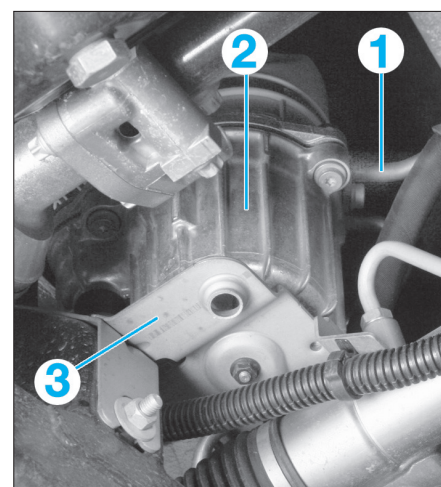

FIG. 14
- Dévisser le raccord des canalisations d'huile (1) du groupe hydraulique (2) (fig. 14).